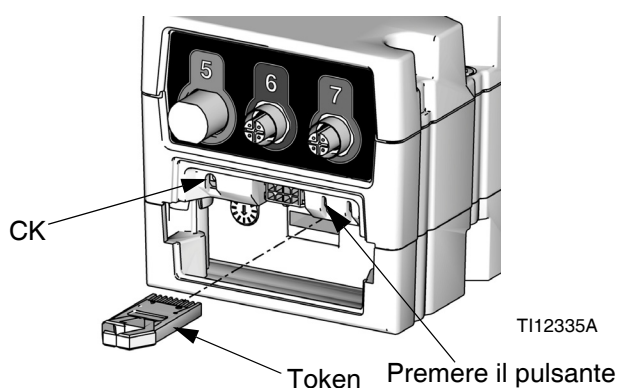

FIG. 51: Inserire il token
4. Tenere premuto il pulsante mostrato in FIG. 51 per circa 1 secondo, poi rilasciarlo. L'indicatore rosso (CK) lampeggerà finché il nuovo software non è completamente caricato.